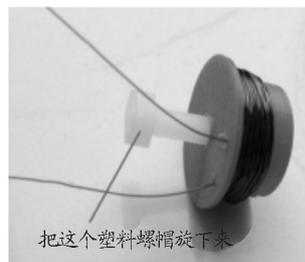

图7 3D打印的塑料圈,用来绕制线圈并能方便固定在可乐瓶上
(1) 安装可调节距离的磁铁部件,把螺杆穿过支架上的孔,磁铁吸在螺杆上.
(2) 一人把缠绕的漆包线解开,其他同学负责把漆包线拉直,长度大约3 m.漆包线是外表面裹了一层绝缘油漆的铜导线,常用来绕制线圈.线圈的两端需要把绝缘漆处理掉才能接入电路.本课用的漆包线两端已经刮掉了2 cm左右的绝缘漆并上了一层焊锡.
(3) 把漆包线一端先穿过塑料圈上的小孔,注意穿出长度15 cm,然后再开始顺时针绕制线圈,把3 m长的漆包线全部绕完,最后留下15 cm左右从另一个小孔穿出,如图7所示.